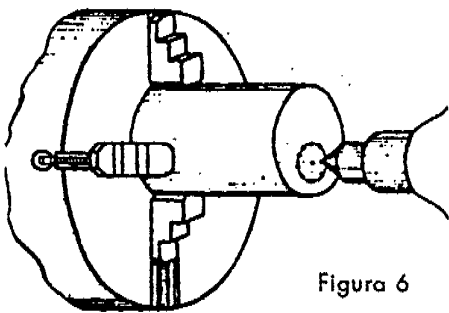
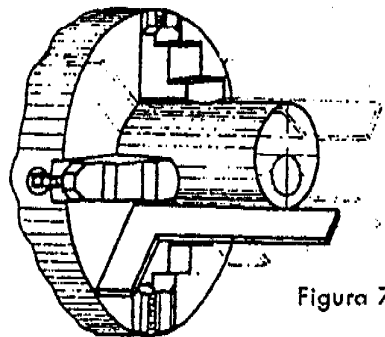

Figura 6
Figura 7
- Coloque la pieza y apoye la contrapunta (Figura 6) o la escuadra (Figura 7), para ayudar al centrado.